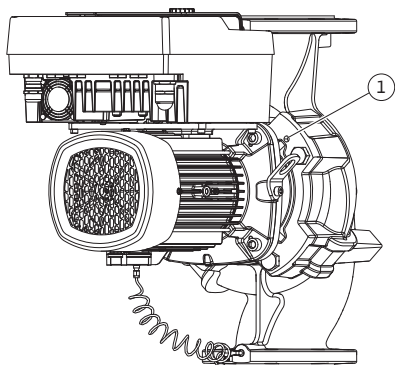

Fig. 11: Siseosakomplekti vajutamine üle keermeavade (olenevalt pumba tüübist)
5. Eemaldage siseosakomplekt (vt Fig. 4) pumbakorpusest. Olenevalt pumbatüübist (vt Fig. I ... III) on olemas kaks erinevat tegutsemisviisi. Vabastage pumbatüübil Fig. I poldid pos 29. Vajutage siseosakomplekt pumbakorpusest maha. Pumbatüüpide Fig. II ja Fig. III korral kasutage selleks kahte keermeava (Fig. 11, pos 1). Kasutage selleks sobivaid ja kohapeal olemasolevaid polte (nt M10 x 25 mm).
5. Suruge siseosa komplekt (vt Fig. 4) pumbakorpuselt maha. Selleks kasutage kaht keermeava (vt Fig. 11). Istu avamiseks keerake sobiva pikkusega M10 polt keermeavadesse.
7. Keerake kaitsepleki kaks kadumatut kruvi lahti (Fig. II, pos 27) ja eemaldage kaitseplekk.
8. Asetage otsvõti suurusega 27 mm distantsääriku avasse ja hoidke võtmepindadega võlli kinni (Fig. II, pos 16). Keerake tööratamutter (Fig. II, pos 22) välja. Eemaldage tööratas (Fig. II, pos 21) tõmmsaga võllilt.
9. Vabastage rõhkude vahe anduri hoideplaat (Fig. I, pos 13) poldi (Fig. II, pos 10) lahtikeeramise teel mootoriäärikult. Rõhkude vahe andur (Fig. I, pos. 8) jätkke koos hoideplaadiga (Fig. I, pos. 13) rõhumõõdetorudele (Fig. I, pos. 7) rippuma. Vajaduse korral lahutage rõhkude vahe anduri ühenduskaabel elektroonikamoodulilt.
11. Vabastage distantsäärik kahe hoovaga tõmmsaga (universaaltõmms) mootori tsentrist ja tõmmake võllilt maha. Koos sellega eemaldatakse ka võllitihend (Fig. I, pos. 25). Vältige distantsääriku kaldumist.
12. Kui võllitihend on kahjustada saanud, vajutage võllitihendi vasturõngas (Fig. I, pos. 26) distantsäärikus olevast kinnituskohast välja. Asetage distantsäärikusse uus vasturõngas.